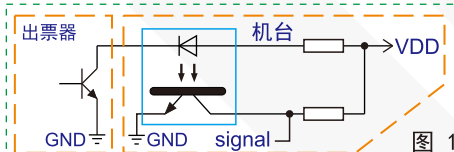

图 1
1. 出票器输出信号的电路为三极管集电极或者MOS管漏极开路输出方式, 建议用户设计接口电路时使用光耦接收讯号 (如图1);